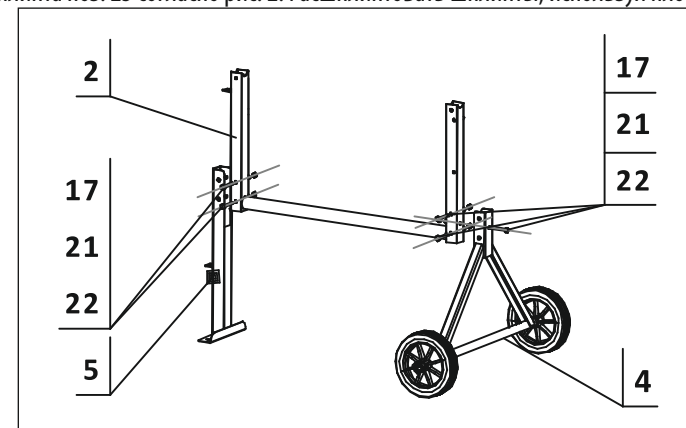

Рис. 4
9.2 Установить рамку нижнюю поз. 4 в сборе снаружи трубы рамы поз.2, совместить отверстия установить в них три болта поз. 17. С другой стороны установить шайбы поз.22 завернуть гайки поз.21. С другой стороны установить стойку поз.5, совместить отверстия установить в них болты поз. 17, шайбы поз. 22, завернуть гайки поз. 21. Схема сборки представлена на рис. 4.